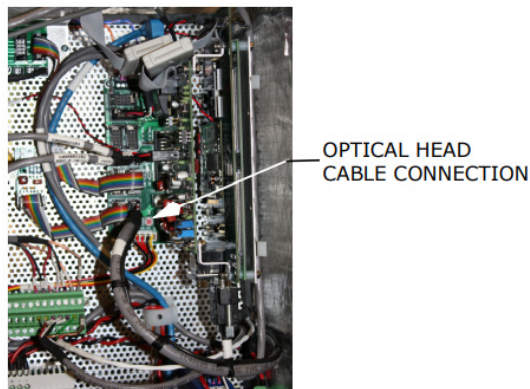

Рис. 33. Подключение кабеля оптической головки
- ▶ Разъем для кабеля с оптической головкой подходит для разных отверстий. Выберите правильное гнездо. См. Рис. 33 ниже.